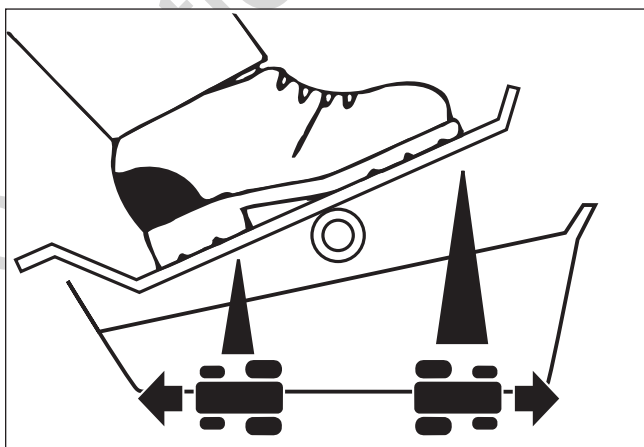

Figura 4. Velocidad y dirección de la transmisión
6. Consulte el diagrama en la figura 4. Para avanzar gradualmente presione la parte delantera del pedal de control. Suéltelo para detenerse.